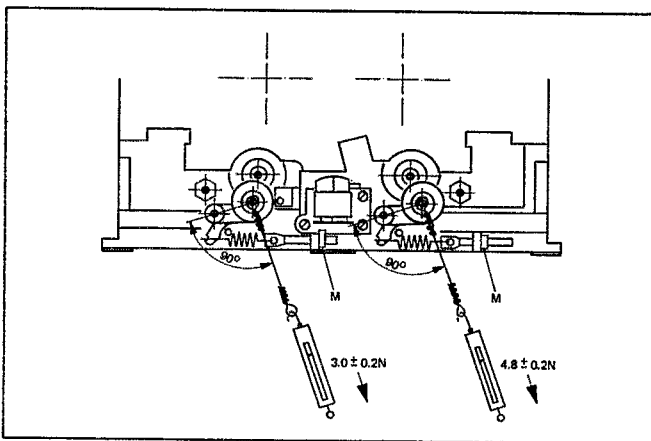

Fig. 3.1
- mit einer Draht- oder Fadenschleife eine Federwaage an den Andruckrollenachsen einhängen und daran ziehen, bis sich zwischen Capstanachse und der Andruckrolle ein Luftspalt bildet (Fig. 3.1)
- durch Verstellen der Vierkantmutter [M] (Fig. 3.1) die Andruckkraft auf folgende Werte einstellen: